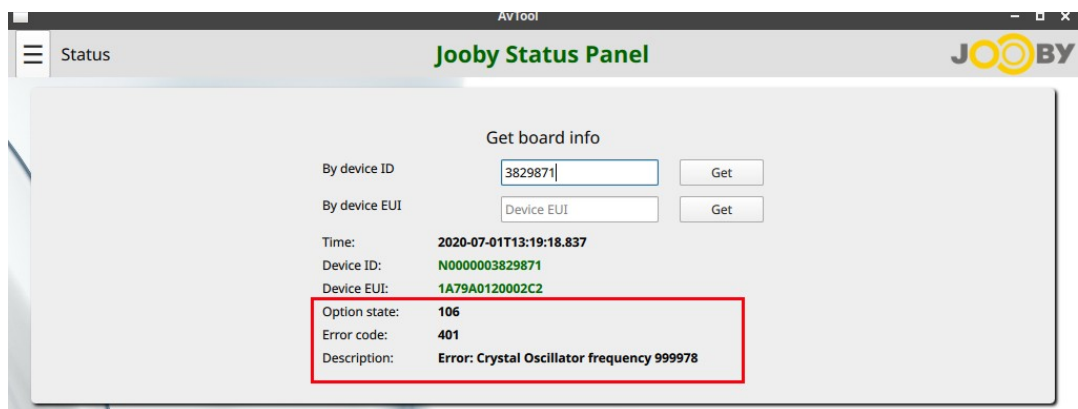

Рисунок 22
- ✓ получить информацию о **результатах** производственных **тестов** платы (успешно или описание ошибки) (Рисунок 22)